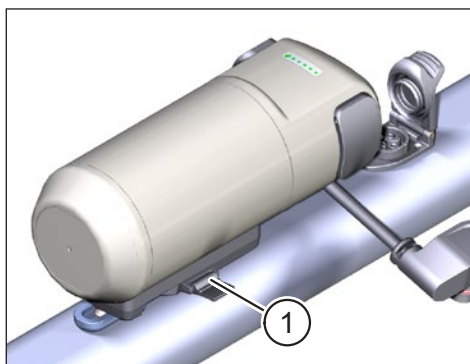

Fig. 6: Système FIDLOCK® verrouillé
- Poussez la languette de verrouillage jusqu'à la butée (voir élément 1 Fig. 6), pour fixer fermement le Range Extender.